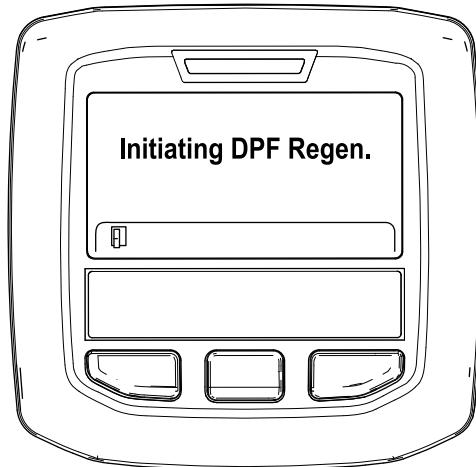

Bild 52
- Die Meldung „Initiating DPF Regen.“ wird angezeigt (Bild 52).